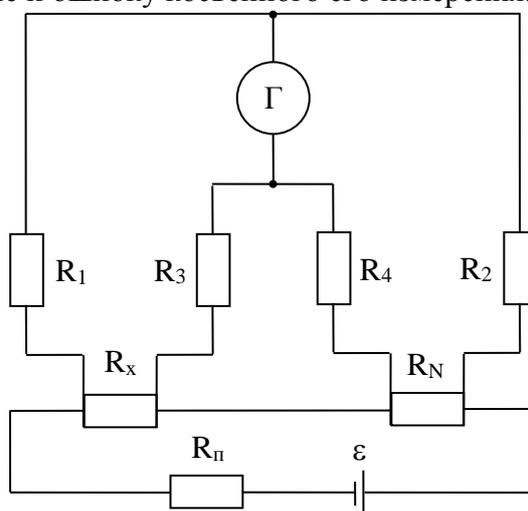

Рис. 2.
14. Равновесие двойного моста постоянного тока (рис. 2) имеет место при следующих значениях сопротивлений, из которых составлен мост: $R_1 = R_3 = 200$ Ом, $R_2 = R_4 = 100$ Ом, $R_N = 0,001$ Ом. Сравняющим устройством является магнитоэлектрический гальванометр. Определите сопротивление R_x , при котором мост уравновешен.